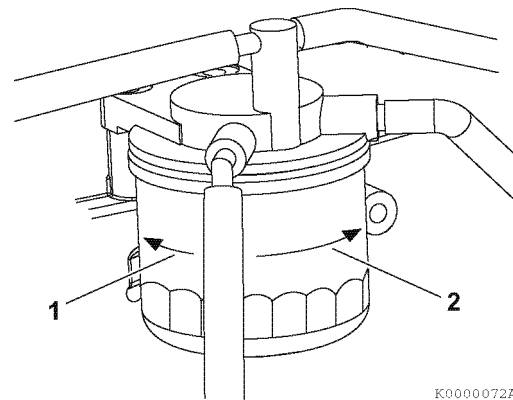

Рисунок 16
3. Снимите топливный фильтр с помощью ключа для фильтра, повернув фильтр влево (Рисунок 16, (1)). При снятии топливного фильтра тщательно удерживайте его, чтобы предотвратить проливание топлива. Вытрите все пролитое топливо.
5. Установите новый топливный фильтр. Вручную затяните его вправо (Рисунок 16, (2)), чтобы он коснулся монтажной поверхности. С помощью ключа для фильтра затяните моментом 19,6–23,5 Н·м (2,0–2,4 кгс·м) или сделав еще один оборот.